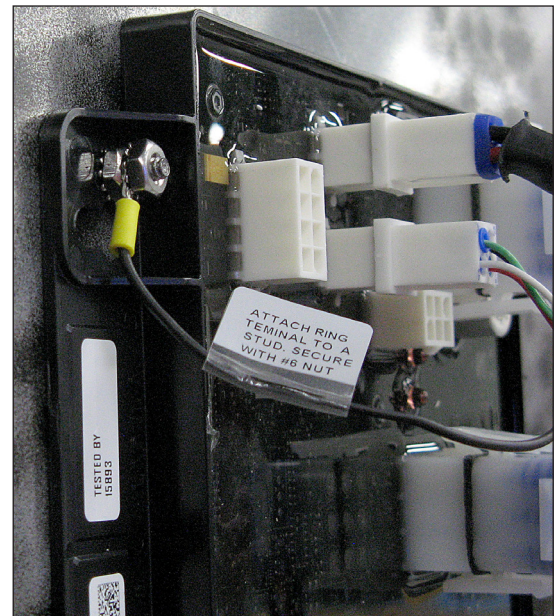

Figure 11: Conducteur de drainage installé
3. Placez l'écrou 6-32 sur le goujon et serrez-le avec un tourne-écrou $\frac{5}{16}$ " , comme indiqué en **Figure 11**.